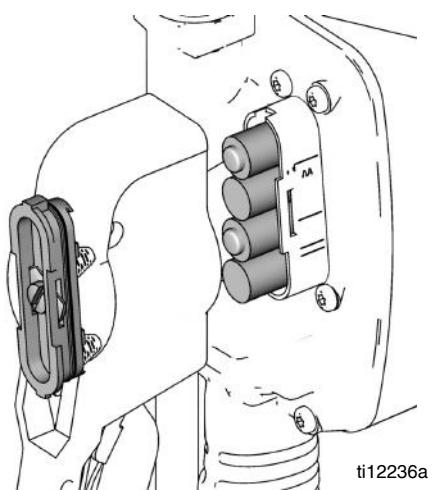

Рис. 22
- Установите **четыре НОВЫХ** батареи. Направление установки батарей см. на Рис. 22. Убедитесь, что они правильно установлены или расходометр не будет работать.